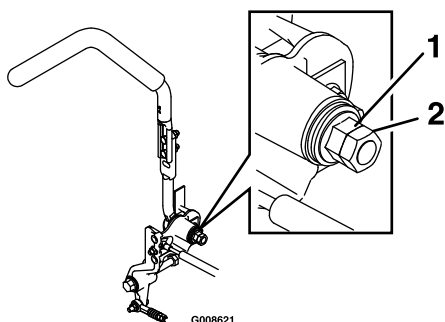

Figura 63
2. Afloje la contratuerca (Figura 63).